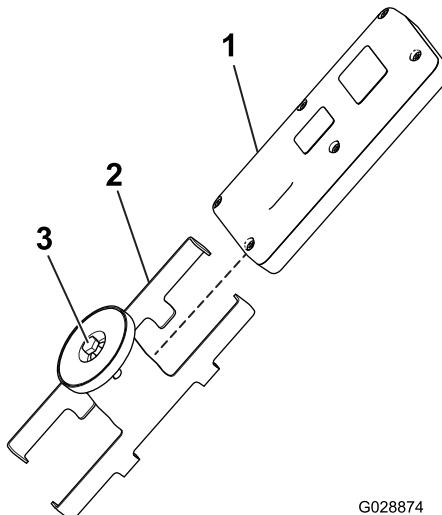

Bild 45
1. Lockern Sie die Schraube an der magnetischen Halterung für die Fernbedienung (Bild 45).
2. Schieben Sie die Halterungsseiten auseinander und entfernen Sie die Fernbedienung (Bild 45).
8. Setzen Sie die Handfernbedienung in die magnetische Halterung für die Fernbedienung ein; schieben Sie die Hälften zusammen, um die Fernbedienung zu befestigen und ziehen Sie die Schraube im Magneten an (Bild 45).